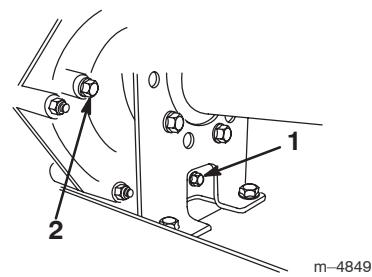

Bild 42
2. Entfernen Sie die Ablassschraube aus der rechten Seite des Behälters (Bild 42) und lassen die Flüssigkeit in ein Auffanggefäß ablaufen. Schrauben Sie die Ablassschraube wieder fest ein, wenn keine Flüssigkeit mehr ausströmt.
3. Füllen Sie den Behälter (Bild 43) mit ungefähr 1,4 l SAE 10W30 Motoröl oder so weit, dass der Ölstand die Unterseite des Prüfflochs erreicht (Bild 42).